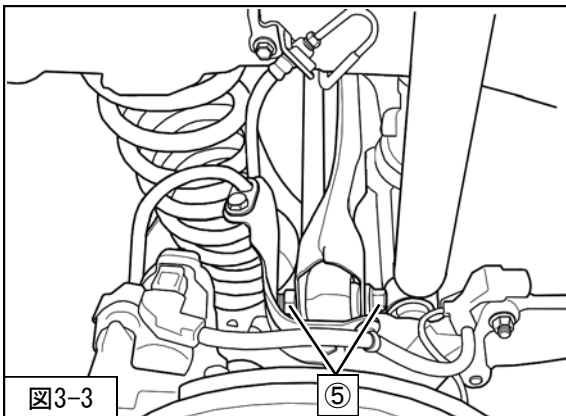

図3-3
5. ⑤アッパーアーム取付ボルト・ナットを取外してください。(図3-3)